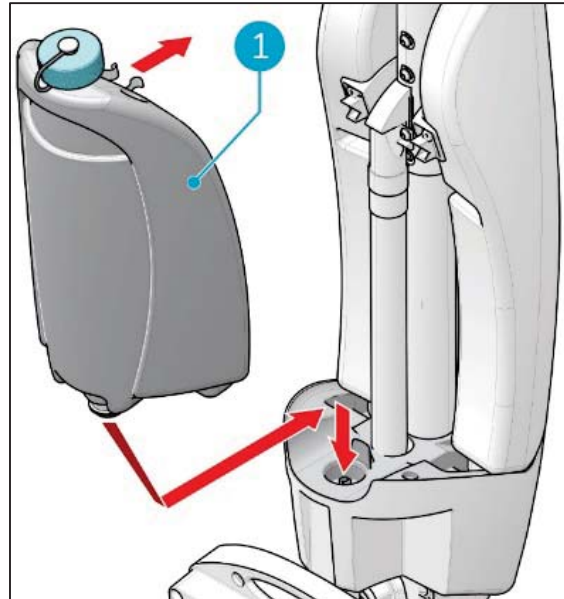

Figure 12
1. Placez le réservoir (Figure 12, pos 1) sur l'i-mop® XXL Plus avec la valve en premier.